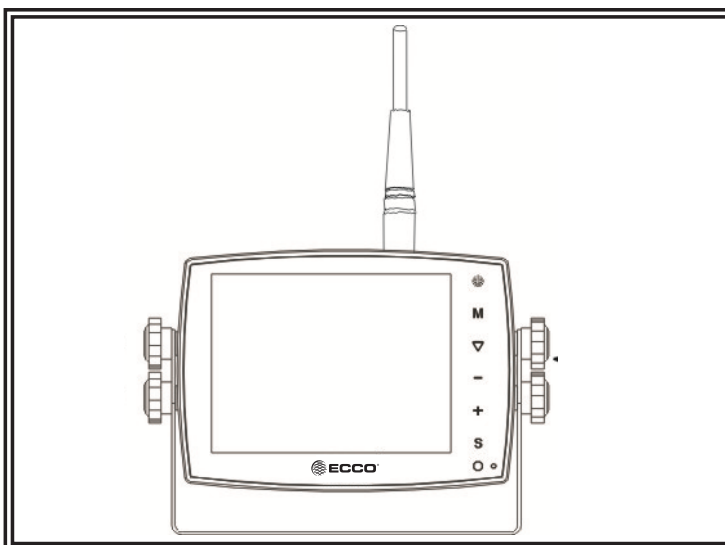

Figure 5
2. Fixez le moniteur sur la patte de support en U à l'aide des vis d'ajustement d'angle et ajustez l'angle de vue du moniteur (Figure 5).